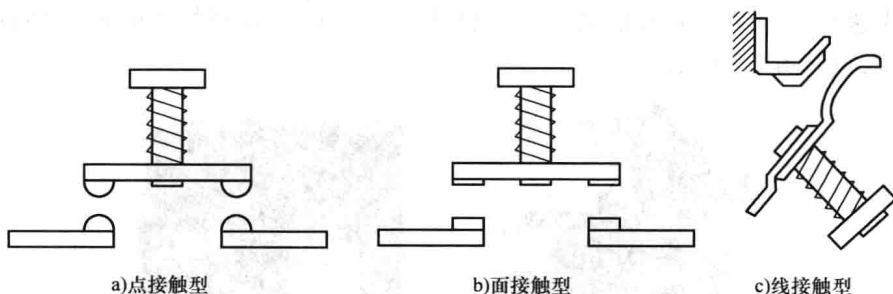

图 1-4 常见的触头结构
(1) 按其接触形式分 触头按其接触形式可分为点接触型、面接触型和线接触型 3 种，如图 1-4 所示。